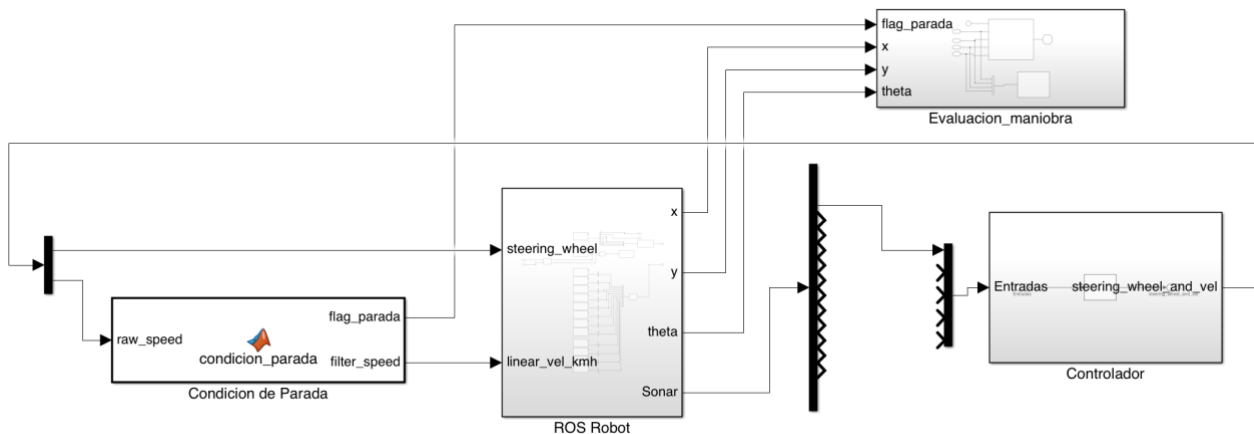

Figura 6. Ejemplo de control del vehículo (*archivo ackerman_ROS_controller.slx* incluido en la práctica)
Para la realización de esta práctica se hará uso de la herramienta **fuzzy** de Matlab utilizada en prácticas anteriores. Se recomienda al alumno el diseño de controladores que hagan uso del mínimo número de sensores posible para realizar la tarea encomendada. Una vez diseñado el controlador, se creará un bloque de control en Simulink donde se indique el archivo *.fis* que contiene el controlador y se conectará al bloque del vehículo. En la Figura 6 se muestra un ejemplo de controlador borroso que usa el sensor sonar_0 para realizar el control del vehículo.
6. Modificar el diagrama de Simulink de la Figura 6 para incluir el nuevo controlador neuronal: